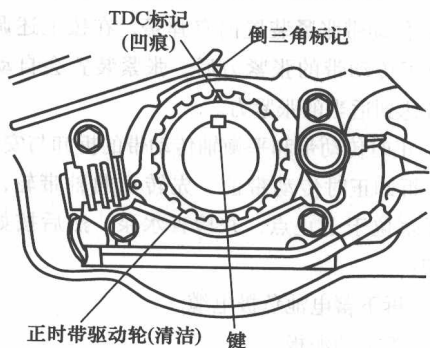

图 1-16 对准正时驱动带轮标记
2) 转动正时传动带驱动轮，使第一缸活塞位于上止点，并将正时传动带驱动轮齿上的凹痕与油泵上的倒三角标记对准，如图 1-16 所示。